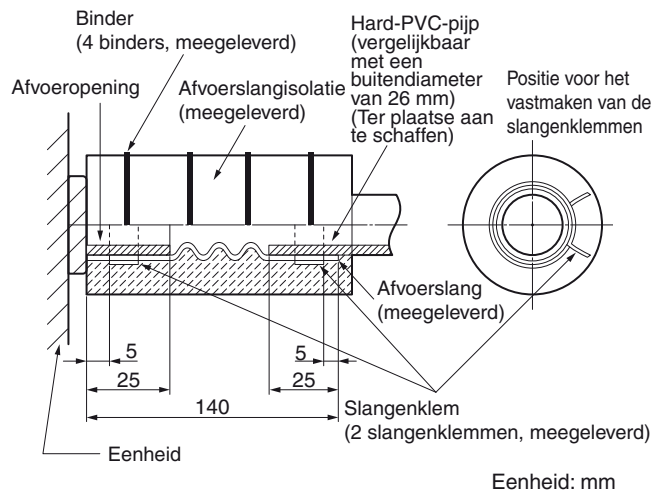

Afb. 3-5
- (3) Draai de 3 zeskantige moeren (ter plaatse aan te schaffen) en 2 tussenringen (meegeleverd) op elk van de 4 ophangingsbouten (Afb. 3-5). Gebruik 1 moer en 1 tussenring voor de bovenkant en 2 moeren en 1 tussenring voor de onderkant, zodat de unit niet van de ophangingsbouten kan vallen.